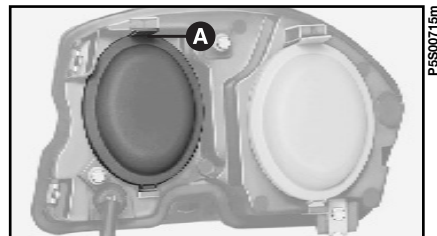

fig. 14
1) Togliere il coperchio di protezione tirando verso il basso la linguetta **A**-fig. 14.